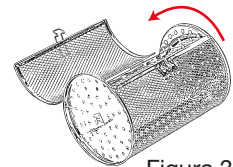

Figura 3.
- 1 - Abra manualmente la traba ejerciendo presión hacia afuera (Figura 3).